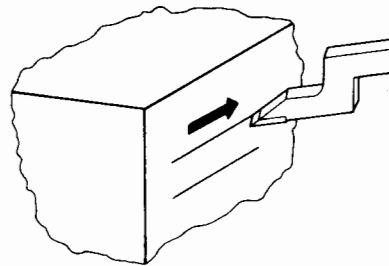

Fig. 6
- ケガキの際はスクライバの同一先端部分を使用して同一方向に行い、反対方向に戻さないようにします(Fig.6)。
- When scribing lines, always scribe in one direction without retracing in reverse direction and using the same portion of the scriber tip (Fig. 6).